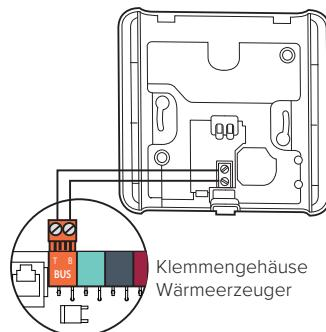

Abb. 13
- Die Kabel des Raumfühlers mit der BUS-Klemme in der entsprechenden Klemmleiste des Wärmeerzeugers verbinden (Abb. 13).